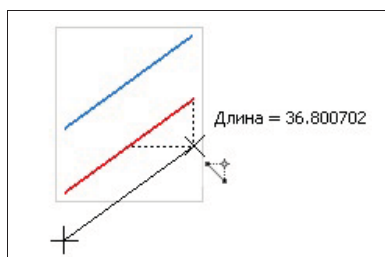

Рис. 5.6. Построение параллельного отрезка
- ◆ укажите точку начала параллельного отрезка. Сдвигая курсор, вы видите рядом с ним меняющееся значение длины отрезка (рис. 5.6);